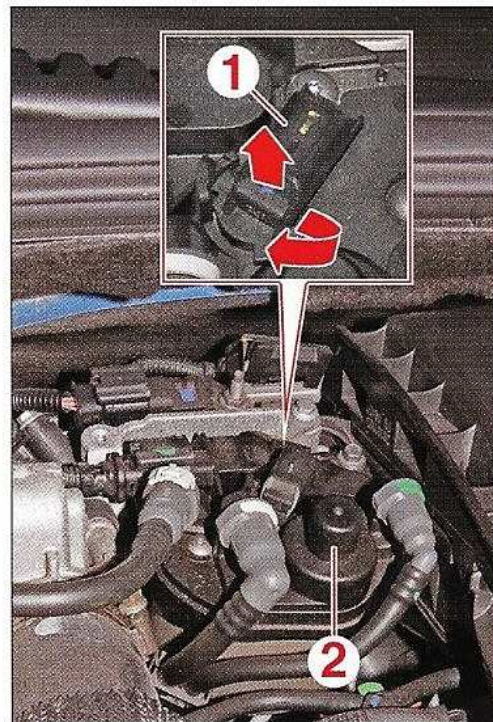

FIG.2
- Selon l'équipement, débrancher le connecteur du capteur de présence d'eau (1) dans le carburant (Fig.2).